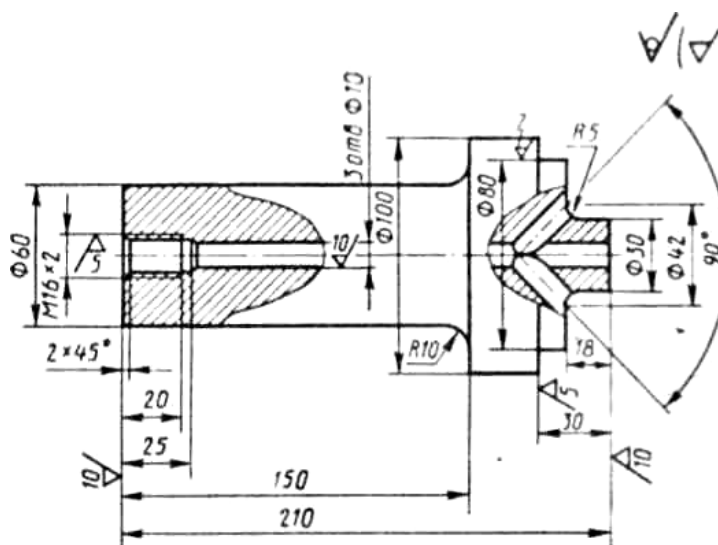

Рис. 25
2. Разработайте процесс изготовления поковки детали (рис. 25) методомковки на паровоздушном ковочном молоте. При выполнении работы следует: описать сущность процессаковки и указать области ее применения; изобразить схему молота и описать его работу; установить температурный интервалковки, вид нагревательного устройства и привести схему печи; составить чертеж поковки и определить ее массу; привести эскизы переходовковки и применяемого инструмента; с учетом технологических отходов, определить объем, массу и длину исходной заготовки, указать способ ее получения; описать механизацию процессаковки. Материал детали - сталь 40Х.